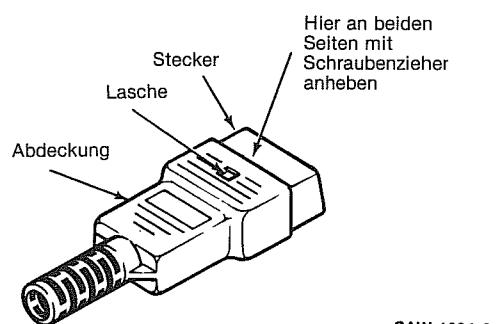

Abbildung 18
- (1) Mit einem Schraubenzieher das Steckergehäuse an zwei Seiten anheben und dann wegziehen wie in Abbildung 18 gezeigt.